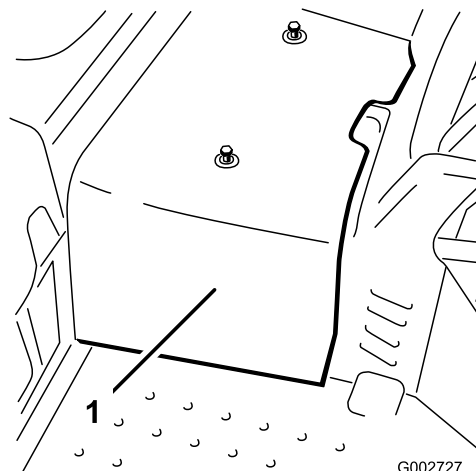

Рисунок 34
2. Ослабьте 2 винта, которые крепят центральный кожух к машине, и снимите кожух (Рисунок 34).